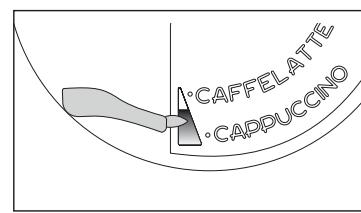

Abb. 41
- Stellen Sie den Schieber für die Milchschaumqualität (C1) zwischen die auf dem Deckel des Milchbehälters aufgedruckten Worte CAPPUCINO und CAFFELATTE. Die Milchschaummenge lässt sich durch Bewegen des Schiebers zum Wort CAFFELATTE für einen festeren Schaum einstellen. Durch Bewegen zum Wort CAPPUCINO erhält man einen luftigeren Schaum (Abb. 41).